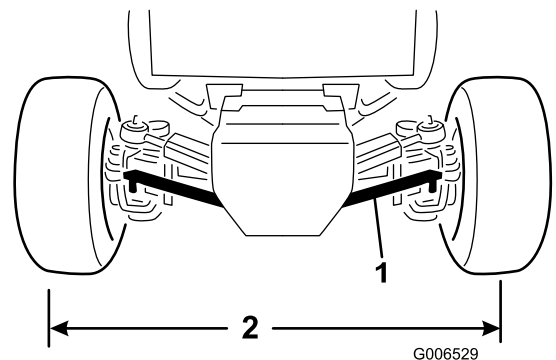

Bild 66
1. Entfernen Sie die Splinte und Kronenmuttern ab, mit denen das Kugelgelenk der Spurstange an der Befestigungshalterung an der Achse befestigt ist. Entfernen Sie das Kugellager von der Achse (Bild 66).
3. Drehen Sie das Kugelgelenk der Spurstange, bis der Abstand von Mitte zu Mitte an der Vorder- und der Rückseite der Hinterräder gleich ist (Bild 66).